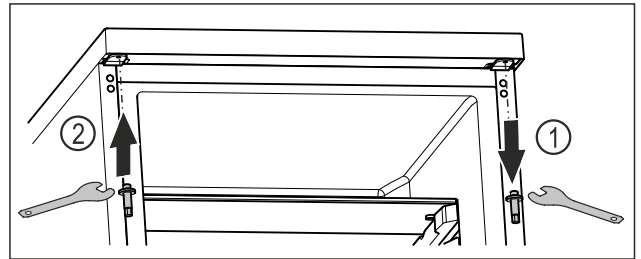

Fig. 15
- ▶ Draai de bovenste bout los met een inbussleutel. Fig. 15 (1)
- ▶ Draai de bout aan de andere kant vast met een inbussleutel. Fig. 15 (2)